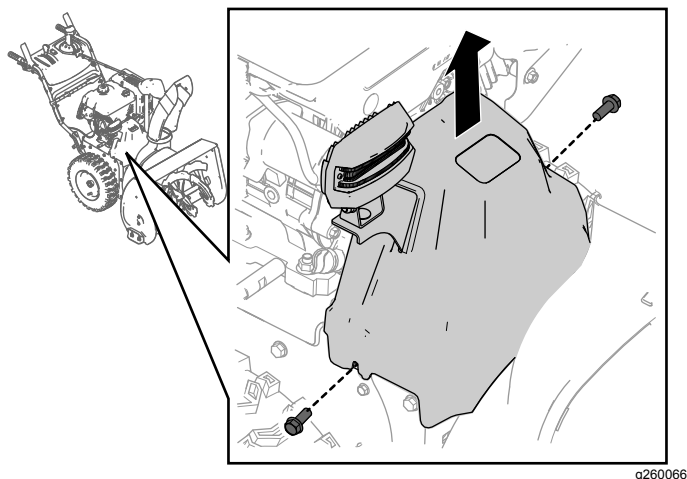

Figura 35
1. Rimuovete le 2 viti che fissano in posizione il copricinghia (**Figura 35**).
2. Rimuovete il copricinghia (**Figura 35**).